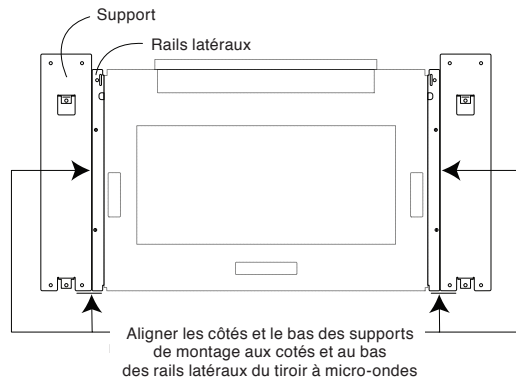

Figure 5
8. Aligner correctement les supports aux rails latéraux du four à micro-ondes. Voir la Figure 5.